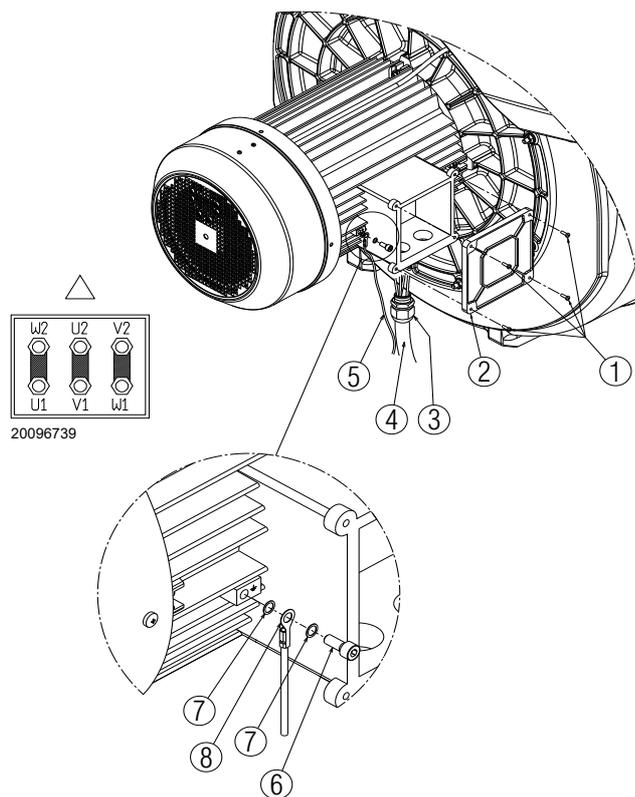

Abb. 26
- für den Zugriff auf das Motorgehäuse die vier Schrauben 1)(Abb. 26) lösen und den Deckel 2) abnehmen.
- Eine abschließende Sichtprüfung durchführen und durch Eindrehen der 4 Schrauben 1)(Abb. 26) das Motorgehäuse schließen.